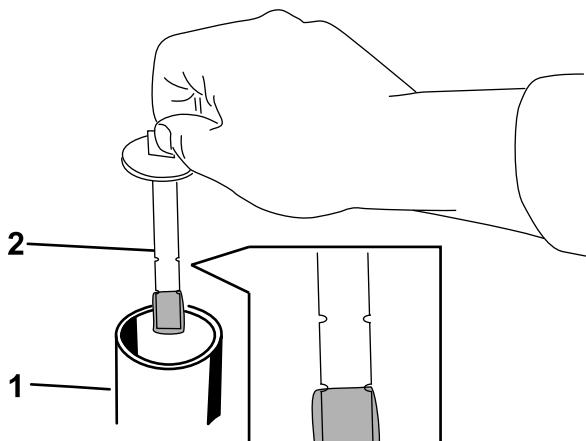

Figura 78
7. Retire el tapón del cuello de llenado y compruebe el nivel de fluido en la varilla (Figura 78).